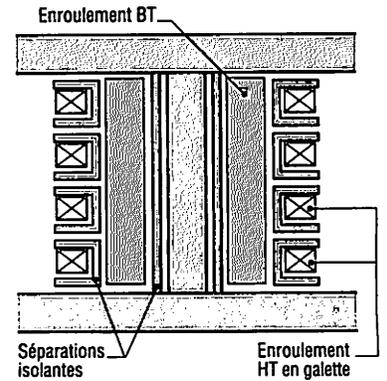

Fig. 3 : Disposition des enroulements sur une colonne de transformateur.
b) Un circuit électrique (fig. 3)